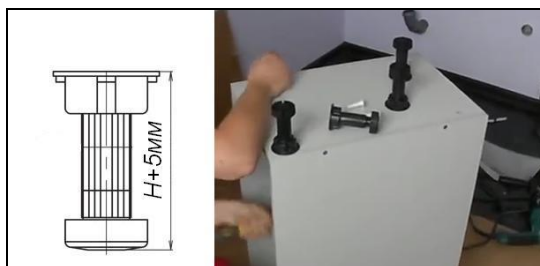

Рис. 5
1. Закрепить на нижних плоскостях столов регулируемые опоры шурупами 4x16 мм (опоры размещаются в соответствии с разметкой, нанесённой на днищах столов: разметка может быть нанесена маркером, либо это может быть неглубокое отверстие, обозначающее центр опоры (Рис. 5)). Вывинтить опору на расстояние превышающее высоту цоколя на 5 мм.